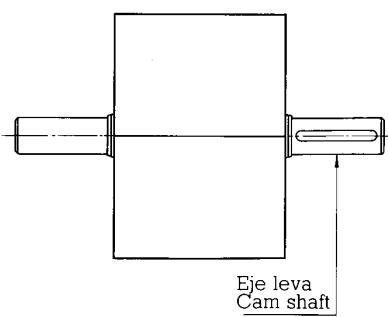

Fig. 6
- Girar el eje de entrada justo hasta que el chavetero se sitúe en la posición que indica la Fig. 6. Esto es necesario para situar en posición correcta lo que se va a colocar sobre el eje de salida.
- Montaje y fijación de piezas (plato, tambor, etc.) sobre el eje de salida del mecanismo. Verificar que la leva está en la zona de parada. Los seguidores estarán sobre la parte circular si el chavetero del eje de entrada está en la posición que indica la Fig. 6.